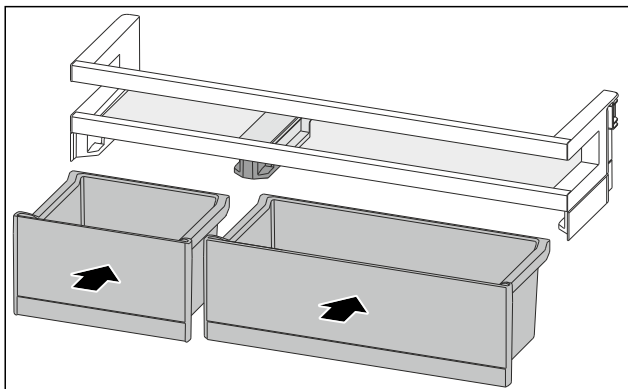

Fig. 175
- VarioBoxen in getauschter Anordnung einsetzen. (siehe Fig. 175)